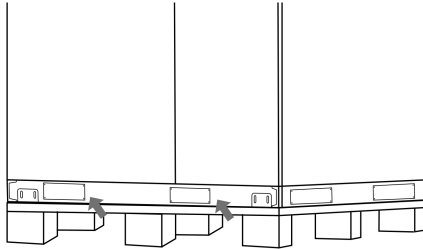

Рисунок 4
3. Відкрутіть дві захисні пластини в нижній частині шафи. Див. рисунок 4